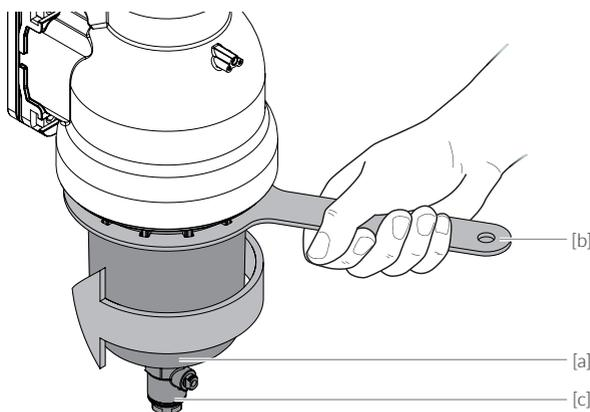

Abb. 9.9
- / Abb. 9.9: CONEL Montageschlüssel [b] (siehe Kapitel 12, Ersatzteile) von unten über die Filtertasse [a] führen